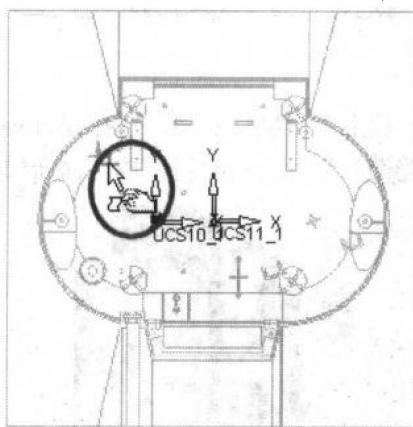

图 1-1
- (1) 从 \\ Tutorial \\ Workfiles \\ D2S 文件夹中接收 Guard.dtf 文件。
- (2) 从工具栏中选择 Electrode Set-Up (电极设定) 的图标 。
- (3) 选择 Open File (打开文件) 的图标 ，从资料树中选择 Guard.dtf 文件并确定。
- (4) 从屏幕右边的电极向导工具栏中选择 Extract Electrode (获取电极) 的图标 ，新建一个放电区域。
- (5) 选择如图 1-1 所示的区域。